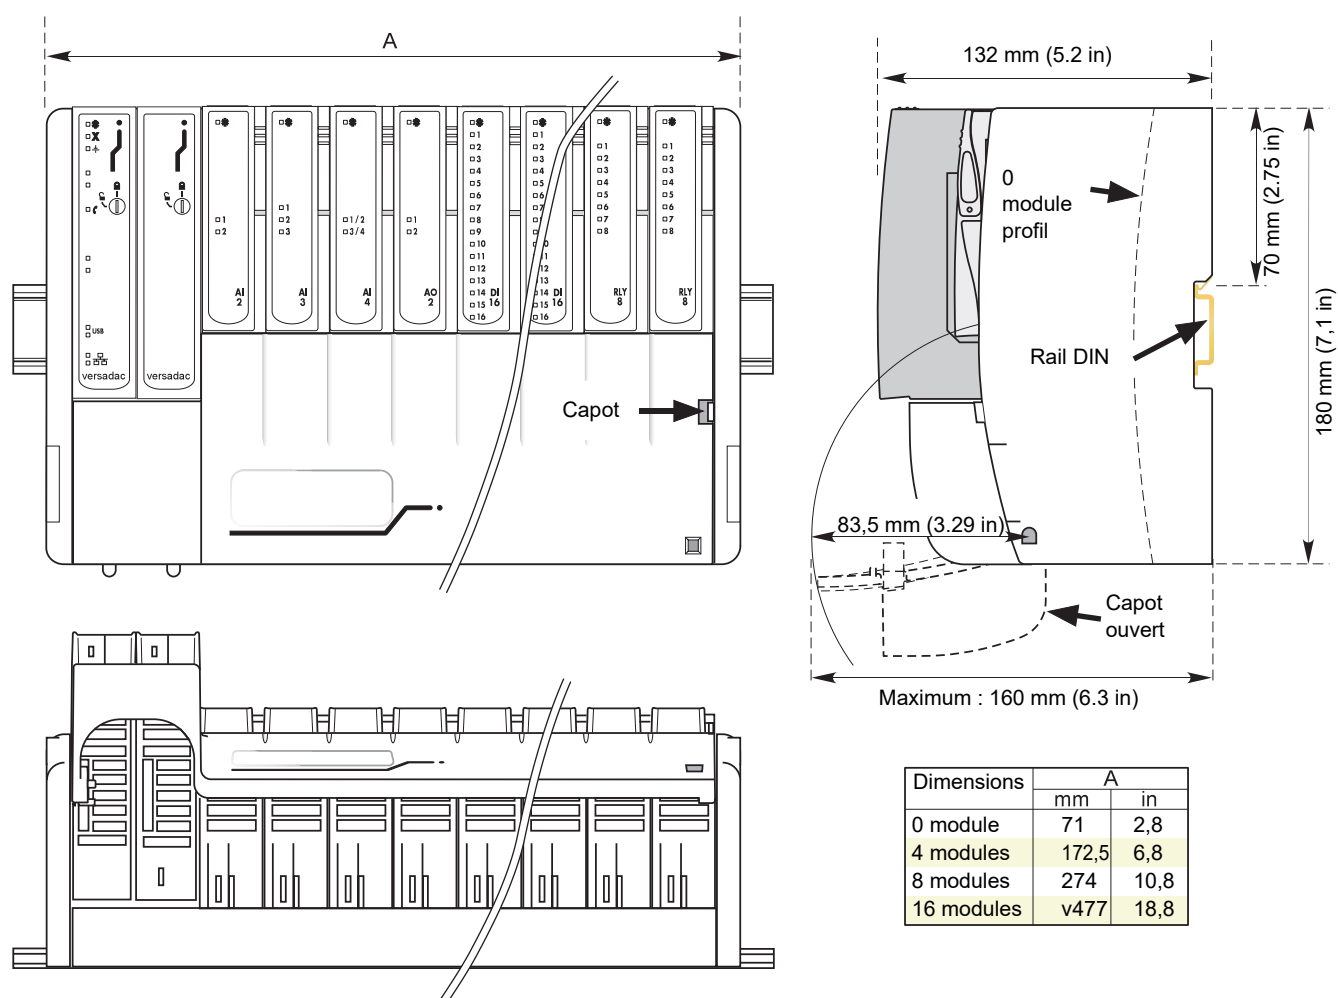
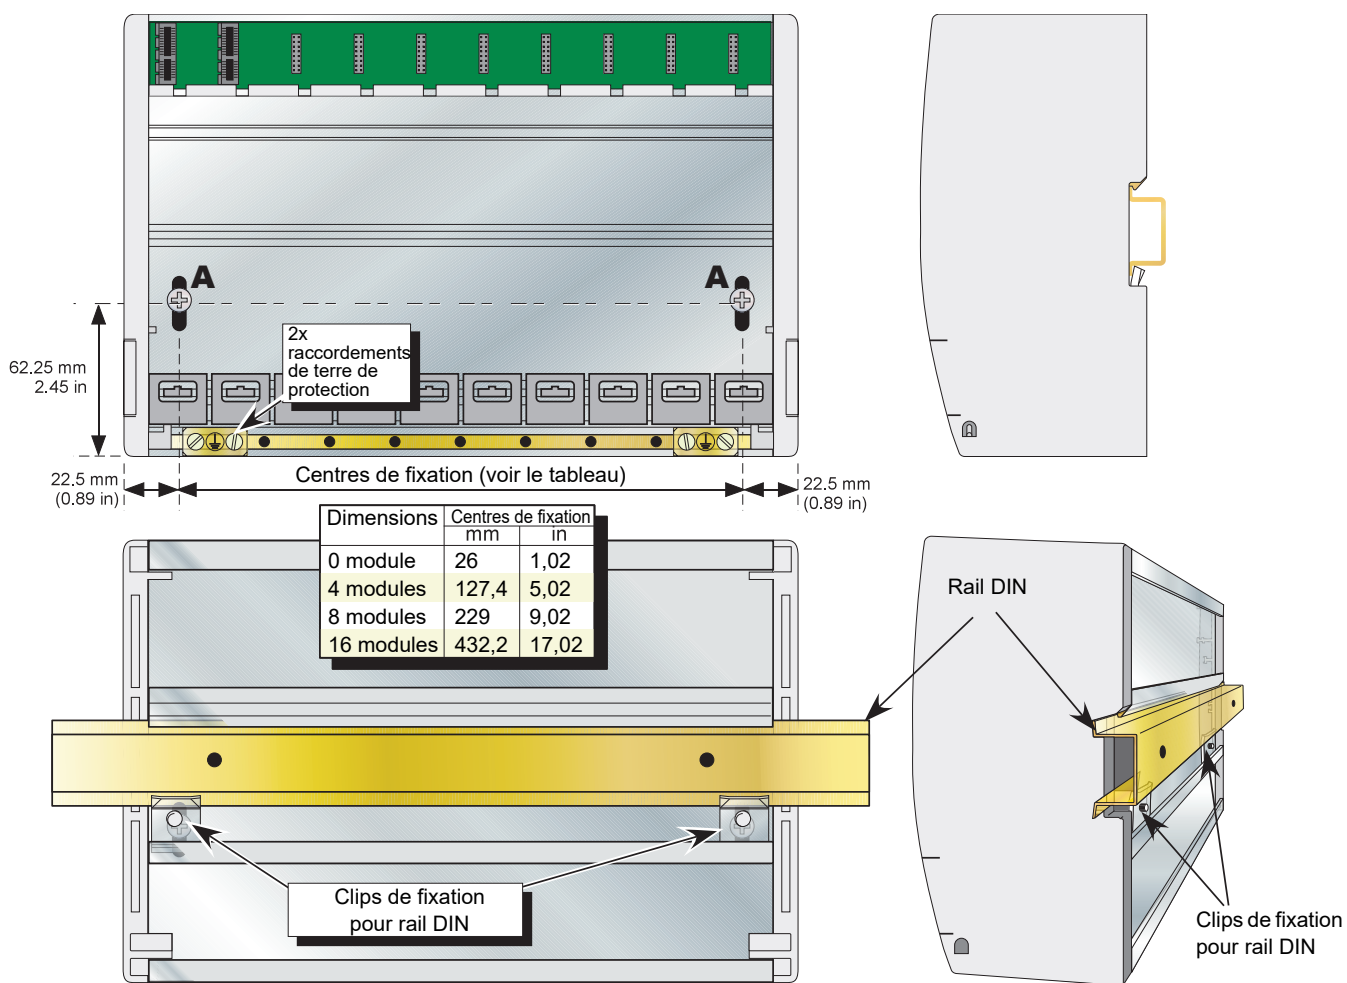
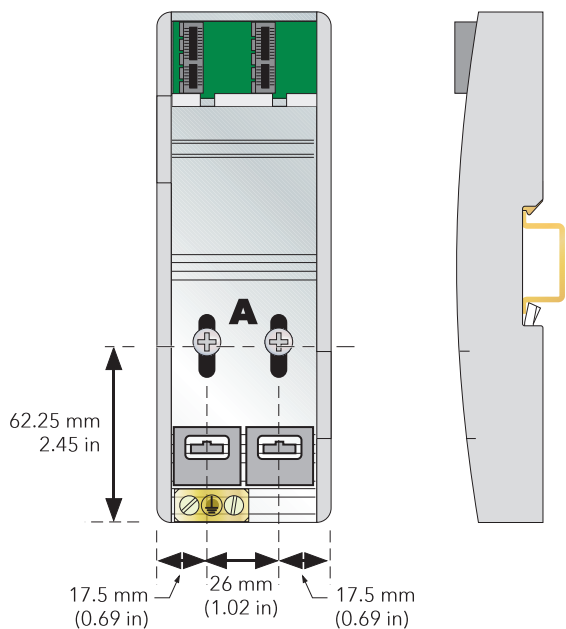

Figure 1 Dimensions hors tout
Figure 2 Détails de fixation
Figure 3 Détails de la base sans modules
La Figure 1 donne les cotes ; la Figure 2 donne les détails de fixation.
2. Desserrez les vis (« A » dans la Figure 2 et la Figure 3) de l'unité de base, de deux ou trois tours, et laissez-les, ainsi que les clips de fixation associés, glisser jusqu'au fond de la fente de la vis.
3. Abaissez l'unité de base sur le rail DIN de sorte que le bord supérieur du rail s'insère dans la fente située sous la barre de support (voir la Figure 2 et la Figure 3).
4. Faites glisser les vis (A) et les clips associés aussi loin que possible vers le haut des fentes de vis, en vous assurant que le haut de chaque clip de fixation se trouve derrière le bord inférieur du rail DIN.
1. Retirez les vis (A dans la Figure 2 et la Figure 3) et les clips de fixation associés.
La Figure 2 ci-dessus et le texte associé donnent des détails sur la mise à la terre de protection.